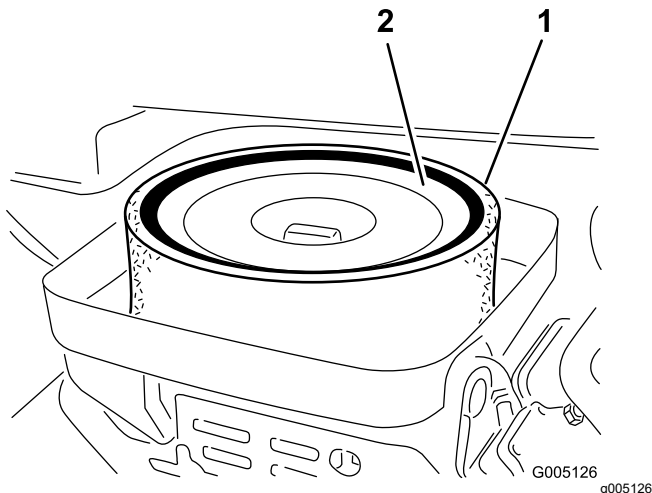

Figura 31
3. Retire la tuerca de orejeta que sujeta los elementos al cuerpo del limpiador de aire (Figura 31).
4. Si el elemento de espuma está sucio, sepárelo del filtro de papel (Figura 31). Límpielo a fondo de la manera siguiente: